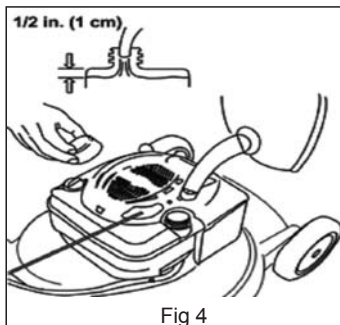

Fig 4
- Versez lentement le carburant dans le réservoir à l'aide d'une canne de remplissage ou d'un entonnoir. Fig 4